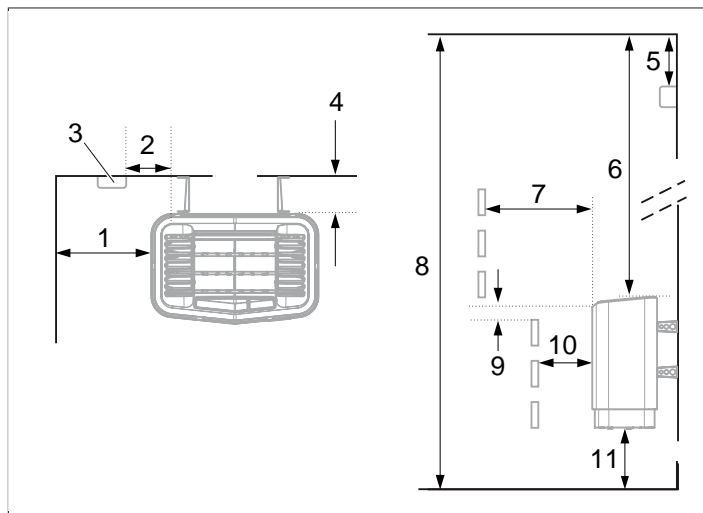
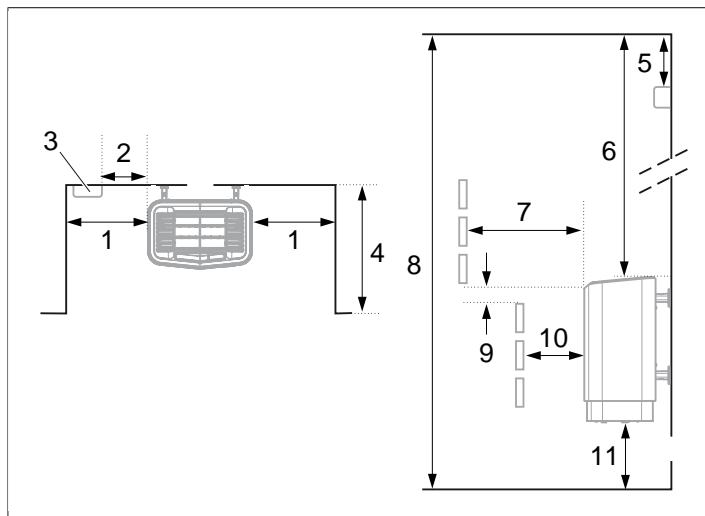

Fig 3: Placering av bastuaggregatet - normalmontage
Fig 5: Placering av bastuaggregat - nischmontage
- Planera sensorns placering (se **Fig 3**, sidan 2 samt **Fig 5**, sidan 3).
- på samma vägg som dörren (endast i undantagsfall på sidoväggen, men då mycket nära dörrväggen). Aggregatet kan också placeras i nisch (se **Fig 5**, sidan 3).
- på säkert avstånd till golvet, sidoväggar och inredning (se **Fig 3**, sidan 2).
Placera sensorn enligt bilden (se **Fig 3**, sidan 2).
1. Placera aggregatet på säkert avstånd till golv, sidovägg och inredning (se **Fig 5**, sidan 3).
2. Placera sensorn enligt bilden (se **Fig 5**, sidan 3).